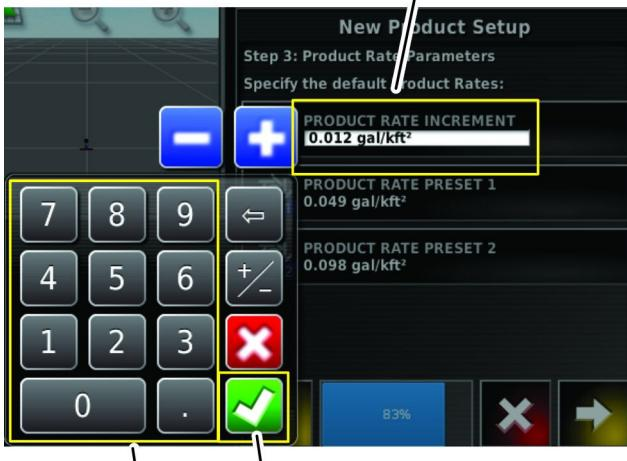

Figura 33
- A. Con il tastierino numerico a video immettete il volume di incremento per i 2 volumi di applicazione preimpostati (Figura 33).
- B. Premete l'icona di Conferma (Figura 33).
- A. Con il tastierino numerico a video immettete il volume di applicazione preimpostato (Figura 33).